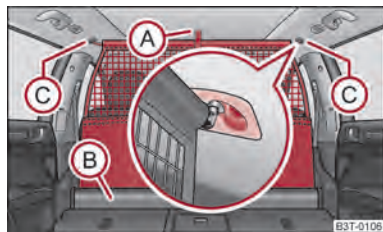

Fig. 83 Retirar la red divisoria del maletero
- Tire de la red divisoria por la lengüeta (A) ⇒ fig. 83 y sáquela de la caja (B).
- Monte la barra transversal en el alojamiento (C), primero en un lado, y presione la barra transversal hacia delante.
- Sujete de igual modo la barra transversal en el otro lado del vehículo, alojamiento (C).